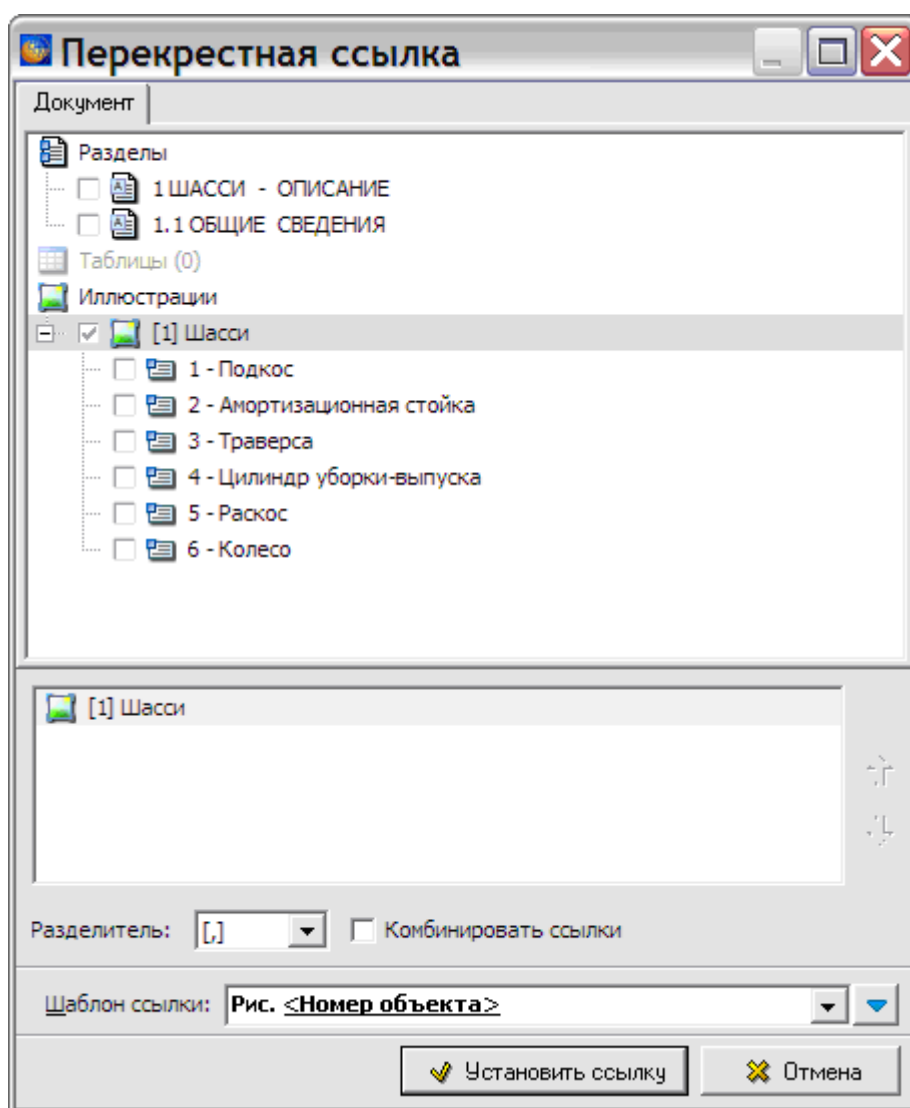

Рис. 5.208
4. В окне **Перекрестная ссылка** выделите ту часть документа, на которую устанавливается ссылка – название иллюстрации «Шасси». После этого станут доступны поля для ввода параметров в нижней части окна (Рис. 5.208).